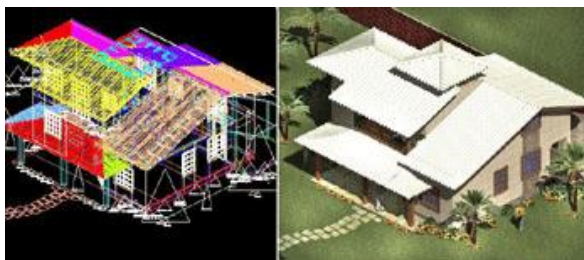

FIGURA 1 -MAQUETE ELETRÔNICA EM WIRE-FRAME E DEPOIS DE RENDERIZADA
- Representar modelos através dos conhecimentos da Expressão e Computação Gráfica (Figura 1);